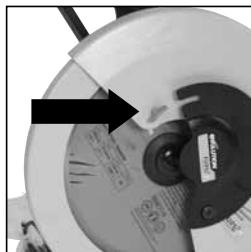

FIG. 1
- Draai de vleugelschroef die de hoofdasbescherming vastzet los en draai de bescherming omhoog zodat de hoofdas van de machine vrijkomt. **(Fig. 1)**